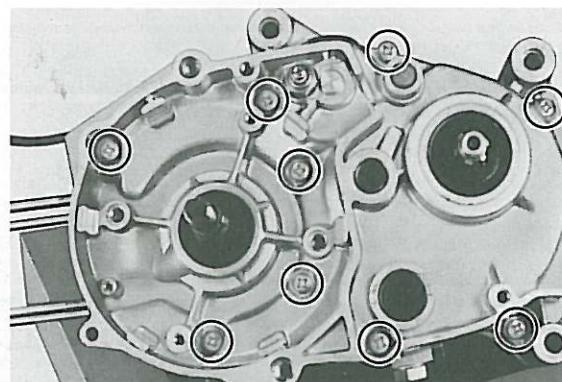

Fig. 3-2-11
1. Working in a crisscross pattern, loosen Phillips head screws $\frac{1}{4}$ turn each. Remove them after all are loosened. (Fig. 3-2-11)
1. Desserrer toutes les vis hexacaves de $\frac{1}{4}$ de tour, en travaillant par paires diamétriquement opposées. Une fois toutes ces vis desserrées, on peut les enlever une à une. (Fig. 3-2-11)
1. Alle Innensechskantschrauben überkreuz um jeweils $\frac{1}{4}$ Umdrehung lösen, dann ausdrehen. (Fig. 3-2-11)